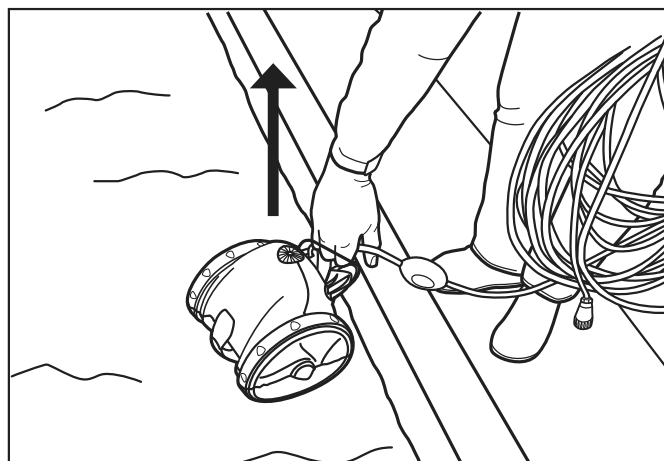

Figura 8. Mantenga el limpiador vertical para drenar el agua
2. Levante el Polaris 9100 Sport fuera de la piscina con el mango. Drene el agua que quede en el filtro manteniendo la máquina en posición vertical. Consulte la figura 8.